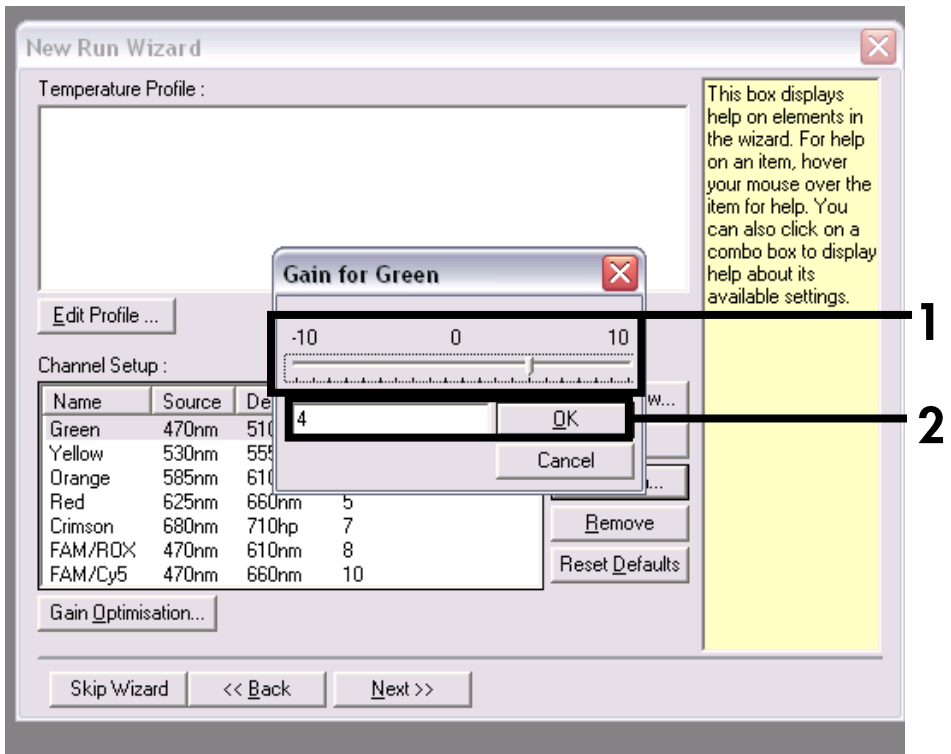

Abbildung 8. Einstellen der Verstärkungswerte. In der Abbildung ist beispielhaft die Einstellung der Verstärkung des Kanals Cycling Green auf 4 gezeigt.
Einstellen der Verstärkungswerte	Abbildung 8, Abbildung 9
10. Bearbeiten Sie die Verstärkungswerte („Gain“) der einzelnen Kanäle wie in **Abbildung 8** gezeigt. Die einzustellenden Verstärkungswerte der einzelnen Kanäle sind in **Abbildung 9** gezeigt.